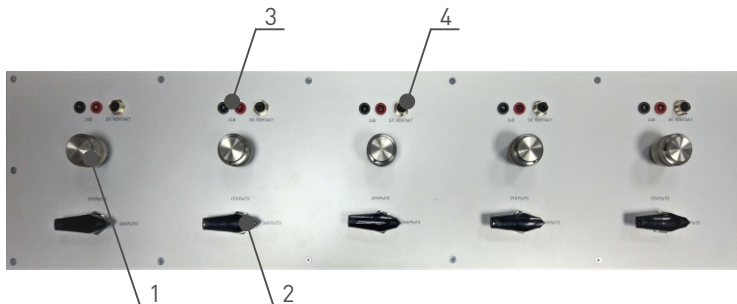

Рис.4 - Приборная панель.
- Выходные порты для установки средств измерения (поз.1, рис.4);
- Шаровые краны для отключения выходных портов (поз.2, рис.4);
- Гнезда для подключения средств измерения к встроенному источнику электрического питания 24В (поз.3, рис.4);
- Гнезда для подключения средств измерения к модулю проверки средств измерения с выходным электрическим контактом (поз.4, рис.4).
2. Закройте шаровые краны для отключения выходных портов (поз.2, рис.4).
5. Откройте шаровые краны (поз.2, рис.4) тех портов, на которых установлены средства измерения.
4. Закройте шаровые краны для отключения выходных портов (поз.2, рис.4).